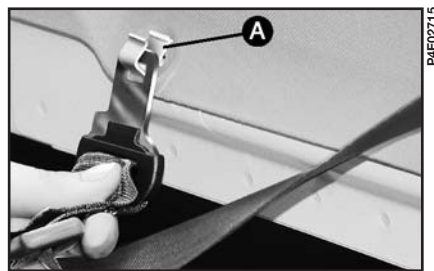
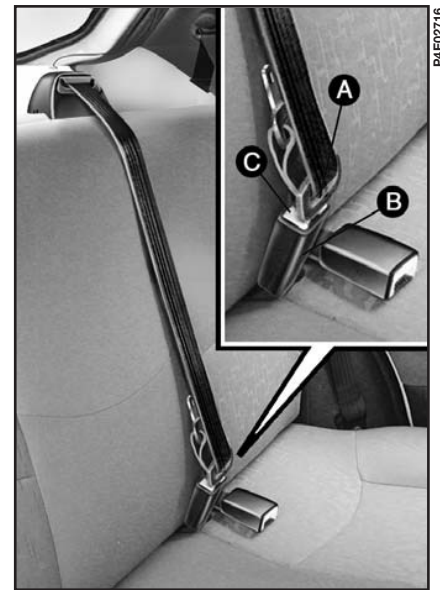

рис. 18
рис. 19
Если ремень не используется, рекомендуется установить его в нерабочее положение, как показано на рис. 19.
**ПРЕДУПРЕЖДЕНИЕ.** Если Вам необходимо откинуть заднее сиденье, сначала отстегните ремень **А** (рис. 19) от его гнезда **В** (рис. 19), нажав кнопку **С** (рис. 19). Откинув сиденье, вставьте пряжку в специальное гнездо **А** (рис. 18) на задней полке.
После того как сиденье откинута, поместите ремень центрального места в нерабочее положение (**рис. 19**).
Ремень не должен быть перекручен, он должен прилегать к телу. Верхняя часть ремня должна проходить через середину плеча и по диагонали пересекать грудь. Нижняя часть ремня должна плотно прилегать к тазу, но не к животу (рис. 18): в противном случае Вы рискуете при аварии проскользнуть под ремень. Запрещается использовать различные приспособления (пружинки, прищепки и т. п.), которые удерживают ремень от прилегания к туловищу.